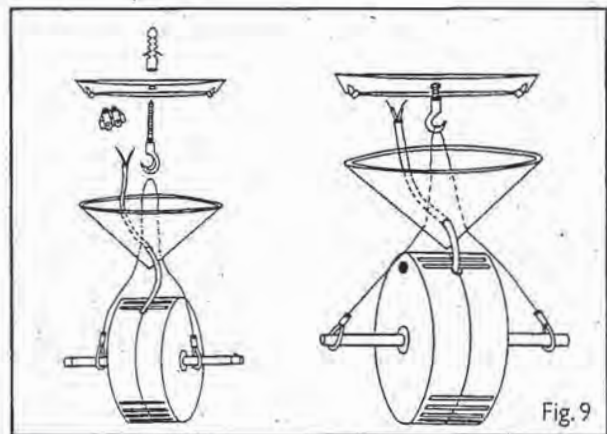

Fig. 9
3. Congiunzione del cavo per mezzo di un «mammuth». Spingere il rosone verso l'alto fino a che la piastra non si incastri (fig. 9).